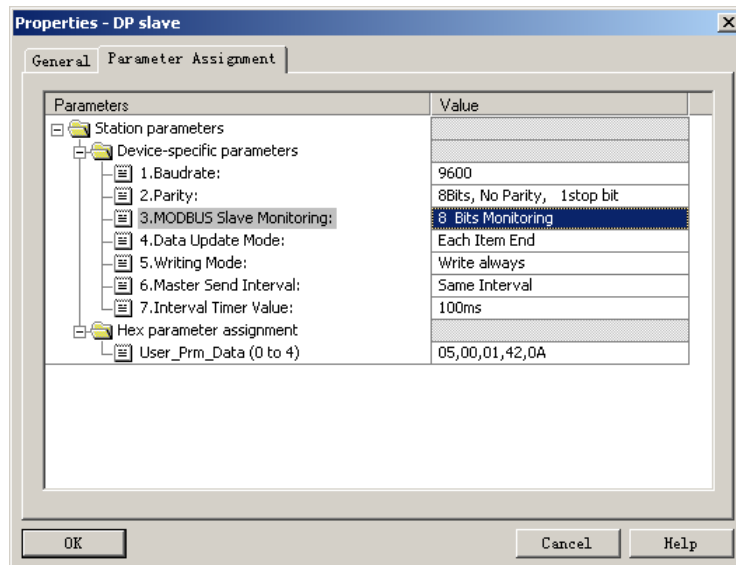

图 34 配置“3.MODBUS Slave Monitoring”设备用户参数
a) 配置“3.MODBUS Slave Monitoring”设备用户参数，如图 34 所示：
如图 34 所示，想要使用 xxx 位 Modbus 从站监测模块，则必须在设备用户参数中配置相对应的 Modbus 从站监测参数。本例配置“8 Bits Monitoring”，则对应应使用“8Bits MODBUS Slaves Status”模块。